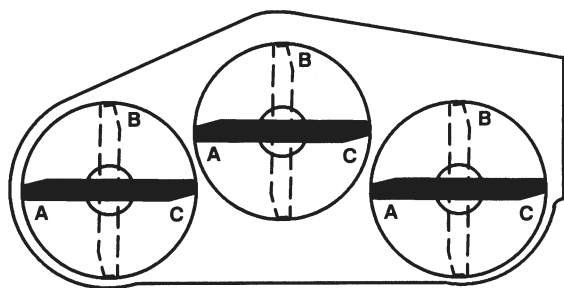

Figure 21
5. Sett alle knivene i stilling “A” (fig. 21) og mål fra den flate delen til spissen på hver kniv (fig. 22).
6. Merk deg verdiene ved “A”, drei knivene til stilling “B” (fig. 21), mål avstanden på alle knivene til den flate delen og merk deg verdiene (fig. 22).
7. Drei knivene til stilling “C”, mål og merk deg avstanden (fig. 21 og 22).